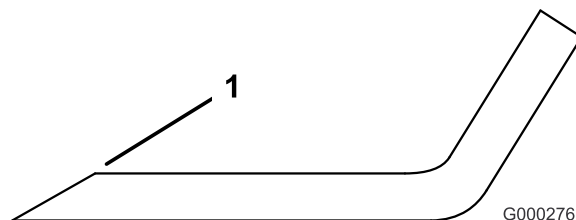

Figure 21
1. Aiguisez le tranchant à chaque extrémité de la lame (Figure 21). Veillez à conserver l'angle de coupe d'origine. Limez la même quantité de métal sur chacun des deux tranchants pour ne pas déséquilibrer la lame.